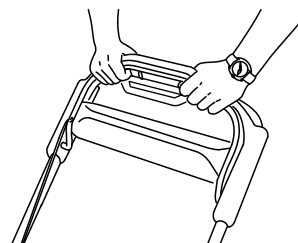

Рисунок 23
3. Удерживайте штангу управления ножом прижатой к рукоятке (Рисунок 23).